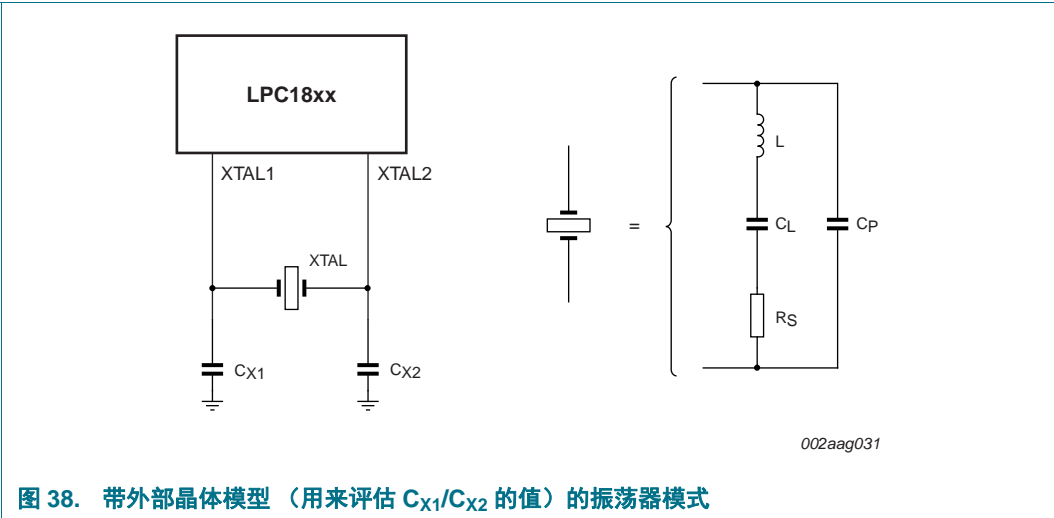

图 38. 带外部晶体模型（用来评估 CX1/CX2 的值）的振荡器模式
- 振荡模式中使用的元件和模型如图 38 以及图 30 和图 31 所示。由于反馈电阻集成在芯片上，因此在基本模式的振荡中（基本频率由 L、CL 和 RS 表示），只有一个晶体以及电容 CX1 和 CX2 需要从外部进行连接。电容 CP（如图 38 中所示）表示并联封装电容，它不得大于 7 pF。参数 FC、CL、RS 和 CP 均由晶体制造商提供。